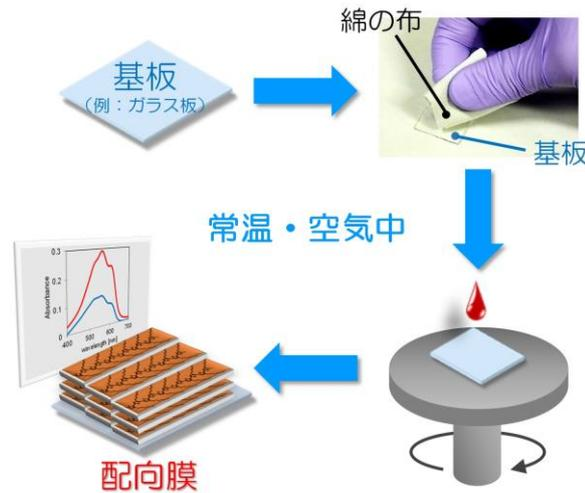

図 1 基板を綿の布でブラッシング、導電性高分子の溶液を滴下・乾燥、厚さ 30 nm の導電性高分子の配向膜が完成。この手法は、柔らかい布で常温での摩擦転写法に相当する。従って、本研究において、ソフト摩擦転写法と命名された (従来の摩擦転写法は、硬いテフロン棒を 120-200 °C ほどに加熱した基板に擦りつける)。
- 基板（例えばガラス板）を布や紙でブラッシングし、電気を流すプラスチック分子（導電性高分子）の溶液を滴下・乾燥すると、導電性高分子が並んだ膜（配向膜）が完成（図1）。